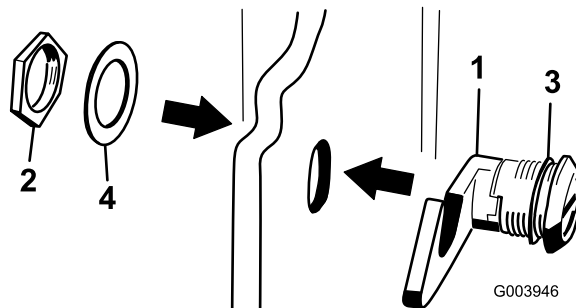

Figure 18
3. Retirez l'écrou de l'ensemble verrou de capot (Figure 18).